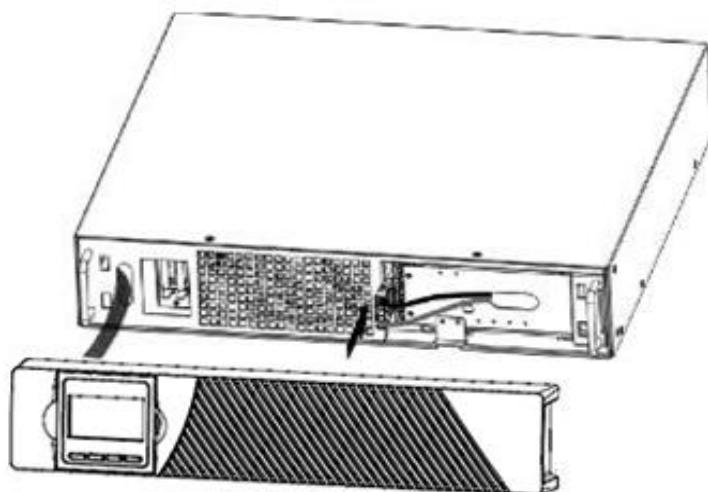

Рисунок 6 Подключение внутренних батарей ИБП
- b) Подключение разъема внутренних аккумуляторных батарей (см. рисунок 6)